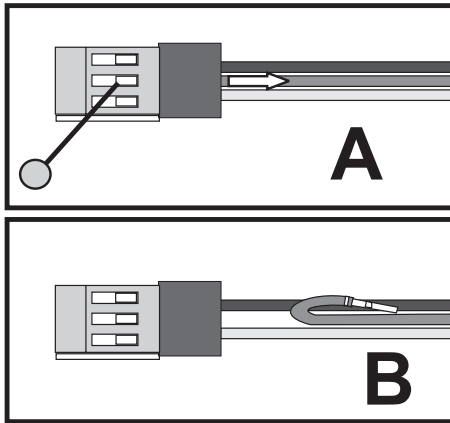

Bild 3
- Heben Sie mit einer Stecknadel die Verriegelungslasche des mittleren Steckkontaktes an und ziehen den Steckkontakt am Kabel vorsichtig aus den Stecker (siehe Bild 3 A).
- Der nun offen liegende Steckkontakt wird nach hinten umgelegt (siehe Bild 3 B) und anschließend mit Klebeband isoliert und am 3poligen Kabel festgeklebt.